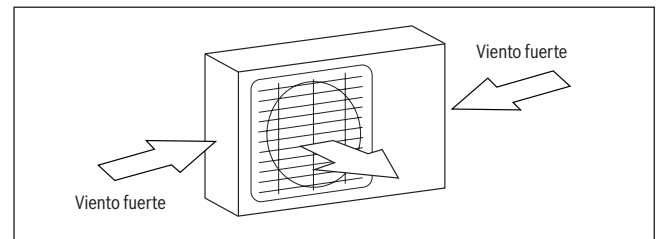

Fig. 4.
- ▶ En caso de que la ubicación esté expuesta a fuertes vientos (p.ej. cerca al mar), la unidad debe ser ubicada contra una pared para protegerla contra el viento. En caso de ser necesario, utilizar una protección. (Véase fig. 4 y 5)